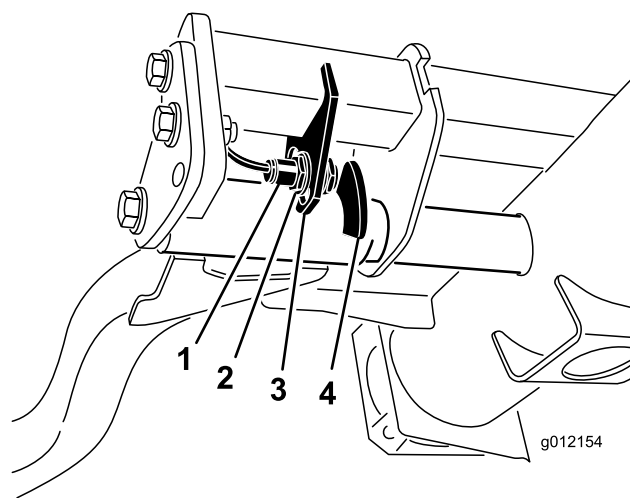

图38
2. 提升臂位于右前方提升臂 图38 后面的液压油箱下。
3. 拧松开关安装螺钉并向下移动开关可增大提升臂的转向高度向上移动开关可减小提升臂的转向高度 图38。